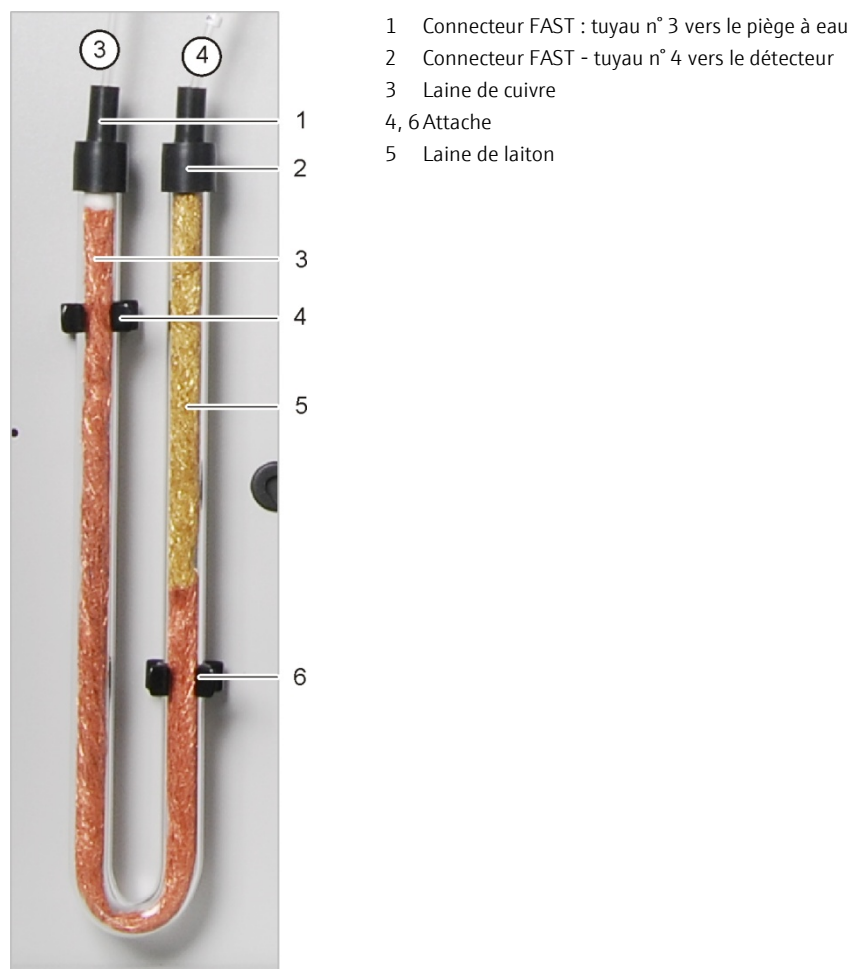

Fig. 31 Piège à halogènes
2. Retirer le connecteur FAST (1 et 2 à Fig. 31) du piège à halogènes et retirer le tube en U des attaches (4 et 6).